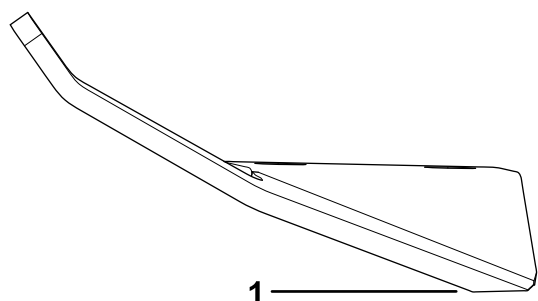

Figura 108
1. Folosiți o pilă sau o unealtă de ascuire pentru a ascui marginea de tăiere la ambele capete ale ansamblului lamei (Figura 108).
Notă: Dacă ansamblul lamei nu este echilibrat, pili capătul mai greu al lamei, doar în zona suprafeței velice (Figura 108).